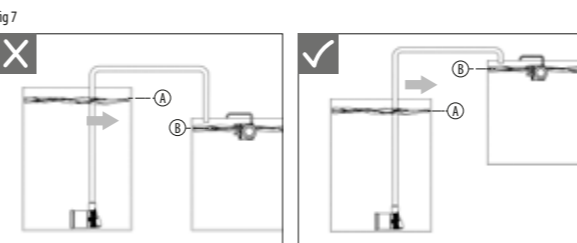

fig 7
- Der Wasserstand in Nachfüllbehälter (H) muss niedriger sein als der Wasserstand im Aquarium (B) (Fig.7).
- Le niveau d'eau est réglé au-dessus du niveau maximal de l'aquarium (B) (Fig.7).